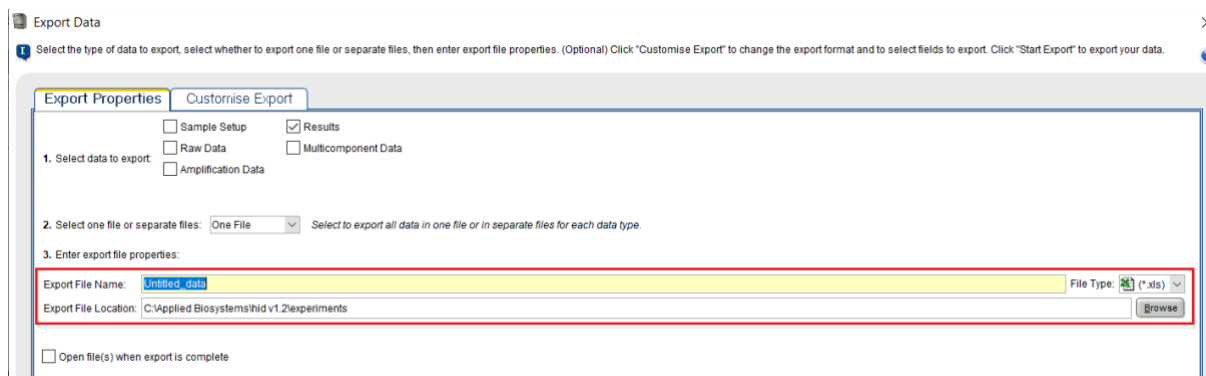

Рисунок 80
- В открывшемся окне присвоить файлу данных название и выбрать папку для экспорта (рисунок 80).